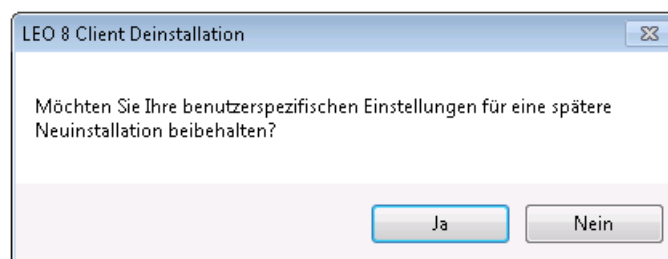

Abbildung 3.1: Installation: Client Deinstallation
3. Sollte die Nachfrage wie in Abbildung 3.1 auf Seite 21 erscheinen, bestätigen Sie bitte mit Ja.